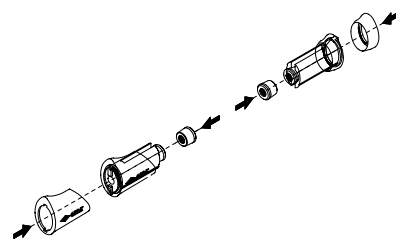

FIG. 12
- 11) Introdurre alle due estremità della barra i tappi di raccordo ed i manicotti ad espansione con le relative bussole filettate inserite con una leggera forzatura (fig. 12).
- 11) Put the connection plugs and the expanding sleeve collars with the threaded bushes on the two ends of the bar using minimal force (Fig. 12).
- 11) Introduire aux deux extrémités de la barre les bouchons de raccord et les manchons à expansion avec les douilles filettées correspondantes introduites en forçant légèrement (fig. 12).
- 11) Introduzca en las dos extremidades de la barra las tapas de unión y los manguitos de expansión con los correspondientes casquillos roscados, que se deben insertar con un leve forzamiento (Fig. 12).
- 11) De twee aansluitdoppen aan de uiteinden van de duwstang en de expansiemoeren met de betreffende schroefbussen aanbrengen (afb. 12), door ze volledig in te schuiven.
- 11) An den beiden Stangen-Enden die Verbindungsdeckel und die Spannhülsen mit entsprechenden Gewindehülsen mit leichtem Druck einsetzen (Abb. 12).